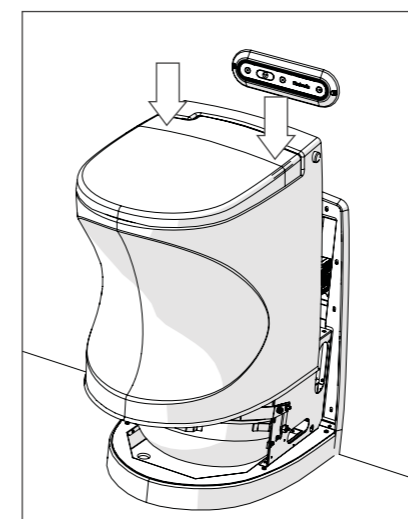

Ilustración 7
10. Baje la carcasa presionando con ambas manos contra la parte de atrás de la cara superior de la tapa del inodoro (Ilustración 7). Asegúrese de que el marco de la pared del inodoro (la moldura blanca) rodea el borde de la carcasa.